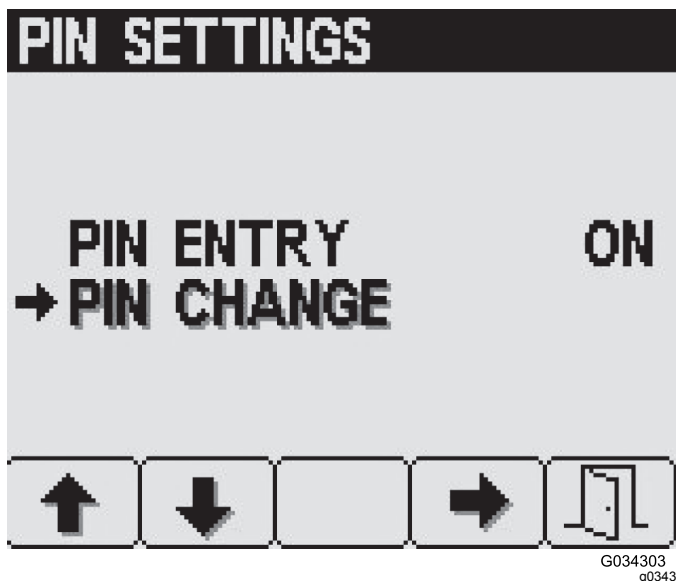

Figura 34
3. A partir do ecrã de definições de PIN, pressione o botão 2 para navegar até à opção de alteração de PIN e pressione o botão 4 para selecionar a alteração de PIN (Figura 34).